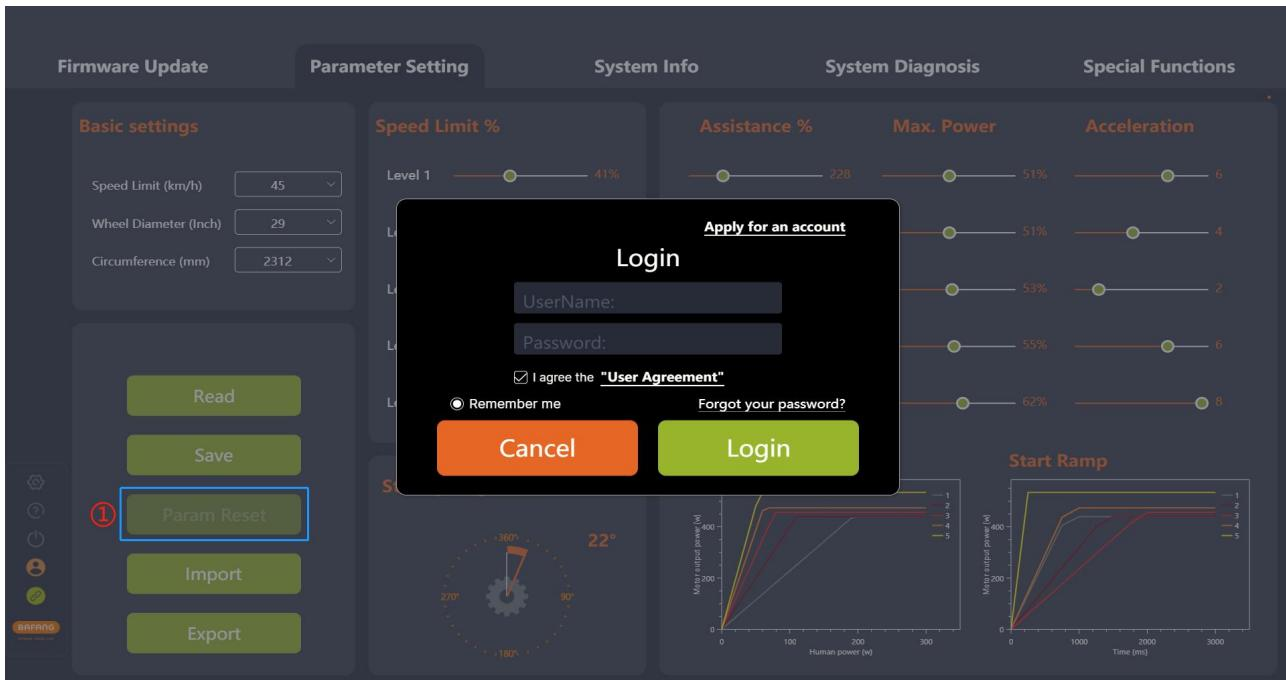

图 5-15 参数复位
- (1) 确认 BESST 工具盒和控制器连接，点击“参数复位”。如未登录会弹出登录界面，提示用户登录（如图 5-15）；
- (2) 参数恢复为默认值。